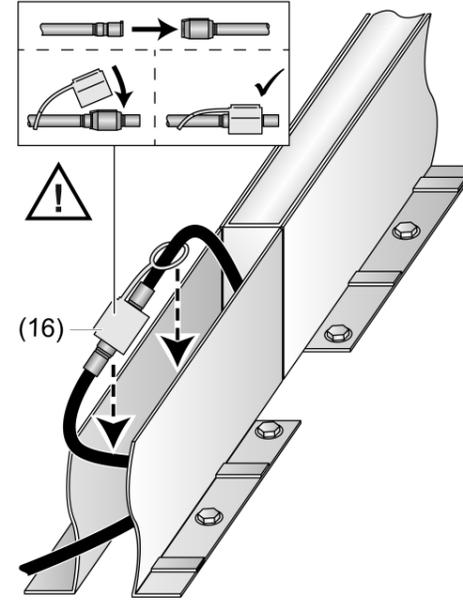

Bild 3: Sicherungsmanschette anbringen
- i** Die eingesetzte Leuchte ragt 5 mm über die Rahmenoberkante hinaus (Bild 3). Die Oberkante des Fertigfußbodens (OKFF) muss später ebenfalls 5 mm über dem Rahmen liegen.